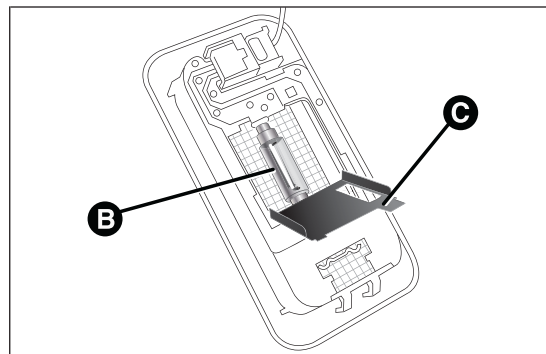

fig. 183
- ☐ aprire lo sportellino C fig. 183 e sostituire la lampada B, svincolandola dai contatti laterali;